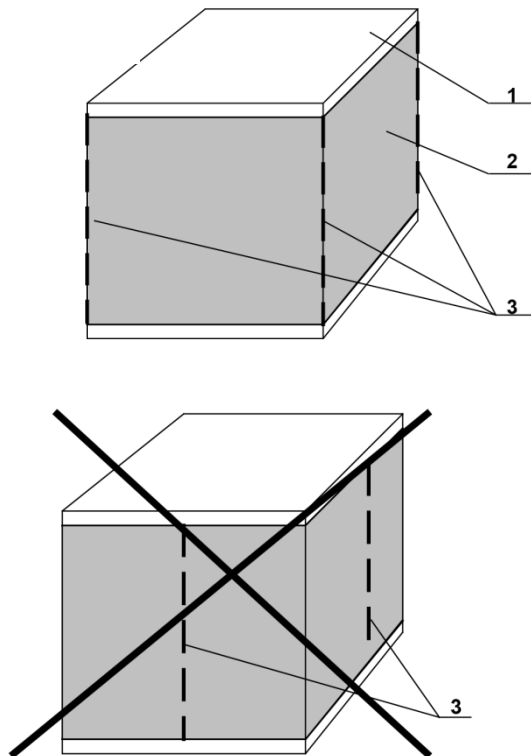

Рис.2
5.2 При использовании НПП ТЭМС для прогрева колон и подобных конструкций допускается сгибать Нагреватель **ТОЛЬКО по линиям сгиба**, предусмотренным его конструкцией (Рис.2). Обернув колонну, необходимо закрепить Нагреватель, обеспечив максимально плотный контакт с поверхностью колонны. (рисунок 2)